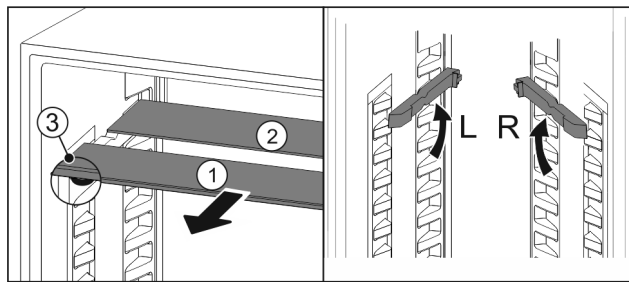

Fig. 90
- ▶ Steklene plošče posamično izvlecite Fig. 90 (1) naprej.
- ▷ Steklena plošča Fig. 90 (1) z okrasno letvijo je spredaj.
- ▷ Zaustavljalniki Fig. 90 (3) so obrnjeni navzdol.